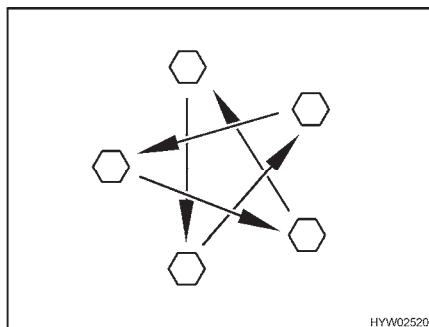

Bild 159 Dra åt hjulmuttrarna eller hjulbultarna korsvis
- Kontrollera regelbundet att hjulmuttrarna eller hjulbultarna är ordentligt åtdragna. Om du har bytt däck ska hjulmuttrarna eller hjulbultarna dras åt på nytt korsvis (Bild 159) efter 5 mils körning.